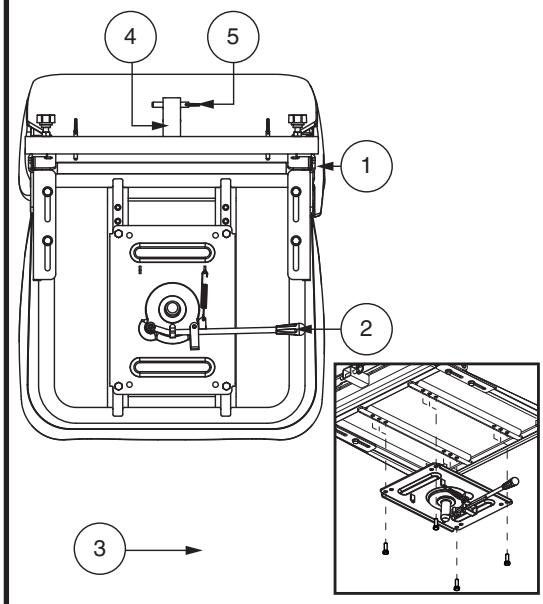

Abb. 15. Sitzeinstellungen
1. Ziehen Sie je nach Sitztyp den Sitzdrehhebel nach oben oder nach vorne, um den Sitz zu lösen. **Siehe Abb. 15.**
Um die verstellbare Rückenlehne einzustellen, befolgen Sie diese Schritte. **Siehe Abb. 15.**
3. Lösen Sie die vier (4) Schrauben an der Unterseite des Sitzes und lassen Sie die Sitzplatte an Ort und Stelle. **Siehe Abbildung 15.**
6. Setzen Sie vier (4) Schrauben ein und ziehen Sie sie fest, um den Sitz zu befestigen.
Die Zuberhörhalterung am Heck ermöglicht es Ihnen, persönliche Zubehörkomponenten wie Korb, Gehhilfe oder Sauerstofftank hinter dem Elektromobil anzubringen. Verwenden Sie den Sicherungsstift, um das Zuberörteil sicher an der Halterung zu befestigen. **Siehe Abb. 15.** Für weitere Informationen wenden Sie sich an Ihren Vertragshändler.